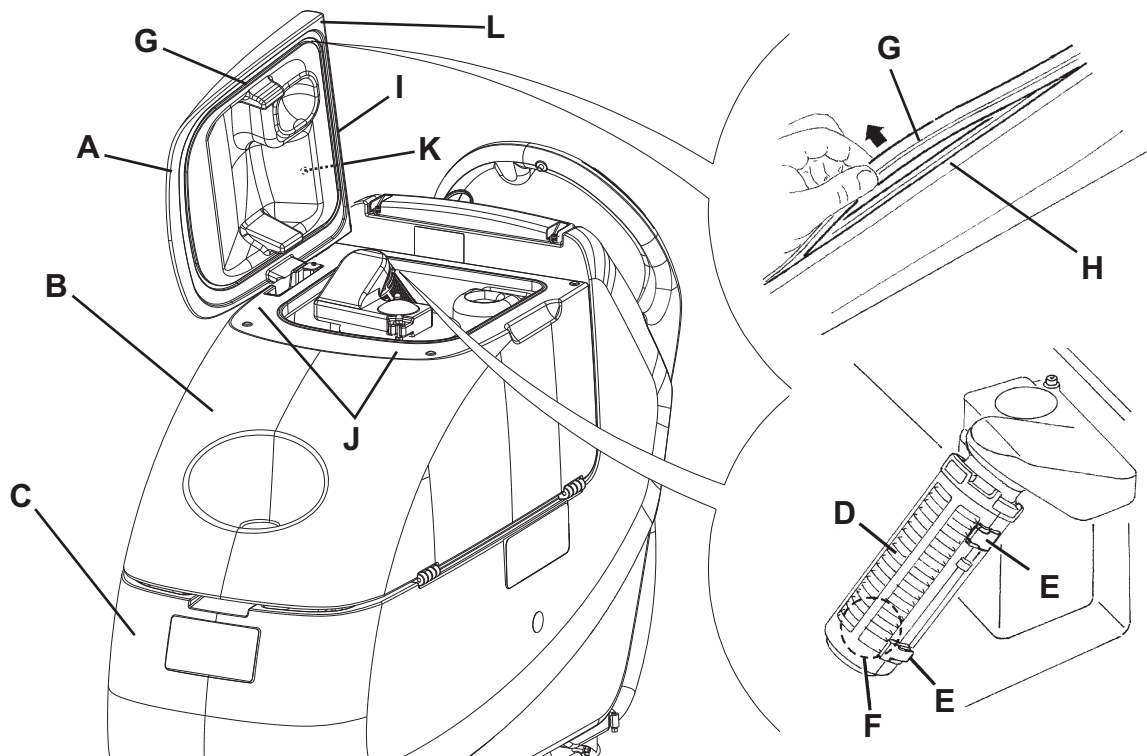

Figure 6
2. Positionner la clé de contact (80) sur "0".
3. Ouvrir le couvercle (A, Fig. 6) et le porter dans la position de lavage (L).
4. Nettoyer et laver à l'eau propre le couvercle (A), les réservoirs (B et C) et la grille d'aspiration avec fermeture automatique à flotteur (D).